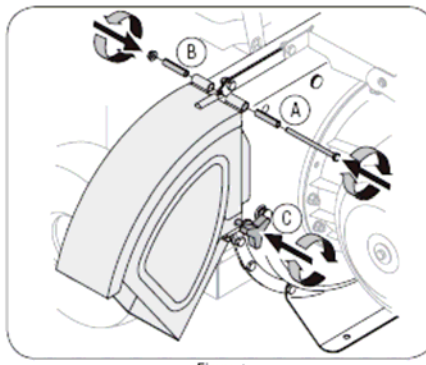

Figure 4
3. Совместите дефлектор лотка и нагнетательное отверстие, вставьте болт с шестигранной головкой и прокладку через шарнир дефлектора лотка (прокладки устанавливаются внутри шарниров). Смотри рисунок 4.